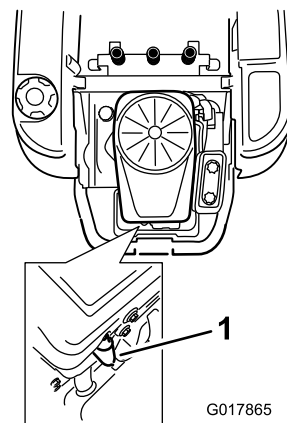

Figura 32
3. Desconecte el cable de la bujía (Figura 32).